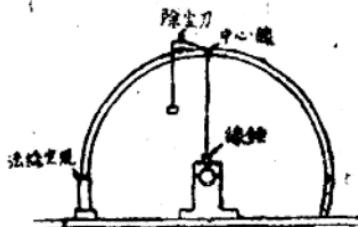

图 3
(1) 装上游动轴托脚(包锡林时其托脚装在墙板上, 包道夫时装在机架上)。
(2) 将连接杆套在游动轴上, 将游动轴抬至托脚中, 并初步校正游动轴水平, 使两面托脚左右位置一致。
(3) 在滚筒左右两边作法线, 用直尺连接两法线, 在滚筒表面划一根中心线。
(4) 将中心线转至顶部, 用直尺(或除尘刀)的一边靠紧中心线并挂上线锤(图3), 使锤尖对准滚筒轴中心, 这样中心线便代表了滚筒的中心位置, 并注意勿再转动滚筒。
(5) 为了避免滚筒的偶然转动而使中心线的位置走动, 在确定中心线位置以后, 再在锡林墙板上(或道夫处的机框平面上)对准法线划出记号, 如滚筒稍有移动仍可校对。